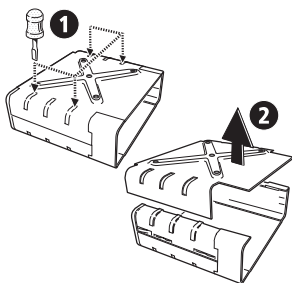

Figura 3: Desmontaje de la Armadura de Soporte del T2000II
- 2 Coloque el soporte sobre una superficie firme y presione una de los bordes centrales de plástico, con un destornillador como se muestra en la figura 3. De esta manera se desprenderá el plástico del mismo costado. Haga lo mismo del otro lado.